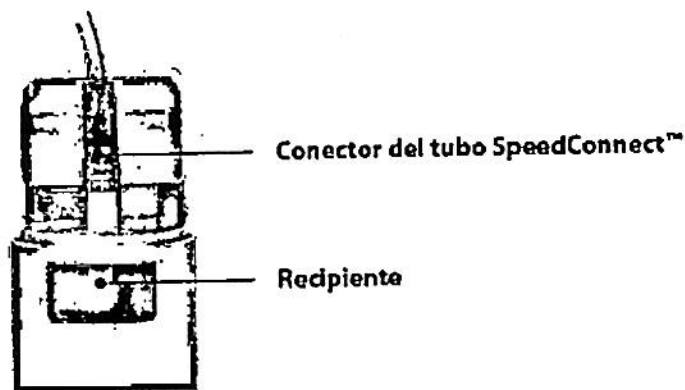
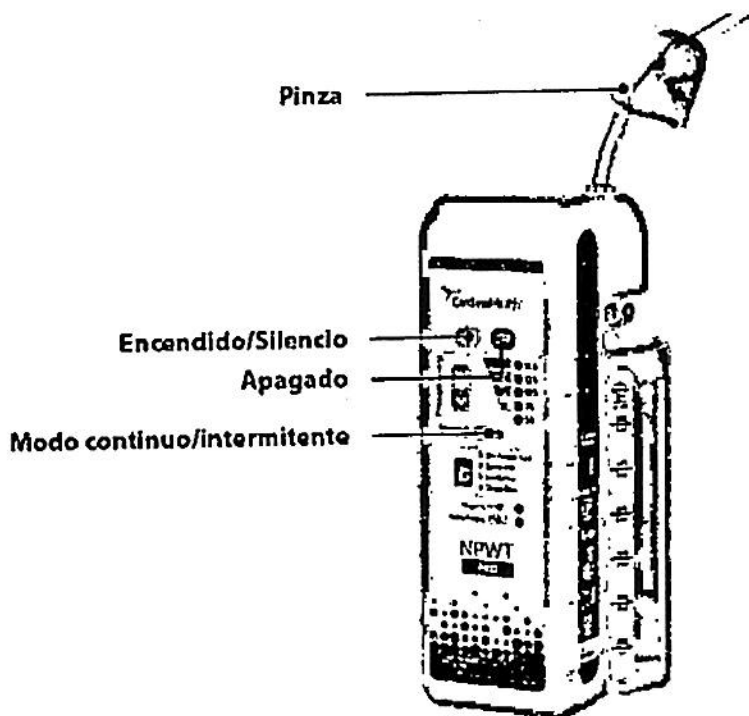

Figura 15
Figura 16
3. Conecte el extremo distal del tubo SpeedConnect™ con el conector cónico azul al puerto del paciente del recipiente (figura 15). Empuje el conector girándolo con suavidad para ajustarlo correctamente. Asegúrese de que la pinza del tubo SpeedConnect™ está abierta (figura 16).